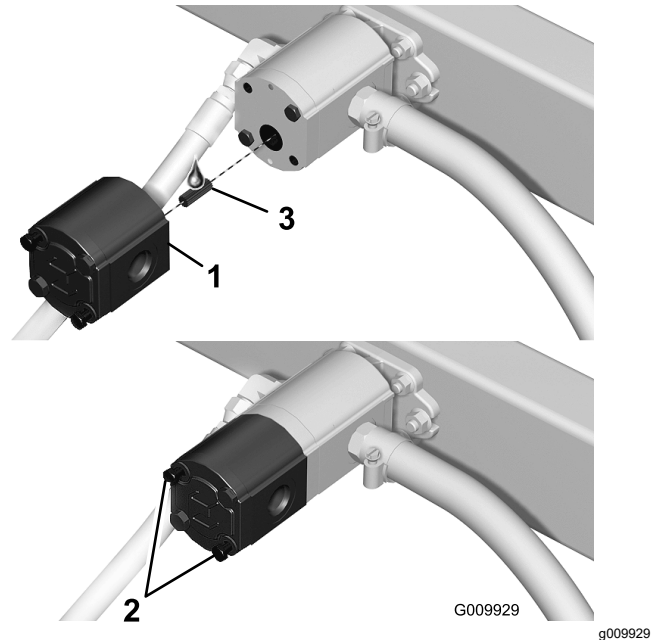

Figura 6
4. Usando los 2 pernos largos, monte la bomba de alto caudal en la bomba existente (Figura 6).